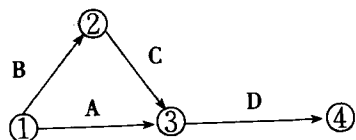
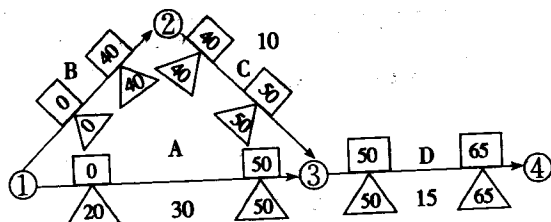

图 9-4
图 9-5
其矢线图如图 9-4:
(2) 结点日程和作业日程的概念。
由图 9-4 可知, 从路线①→③→④有 20 天余量, 在①→③中, 最早开工时间是 0, 最早结束时间是 30 天, 接着要等 20 天, 才可进行③→④的工作, 若等 20 天, 迟开工的时间是 20 天, 则最迟结束的时间是 50 天。
若用□表示最早, 用△表示最迟, 那么图 9-4 可用图 9-5 的时间关系来表示。